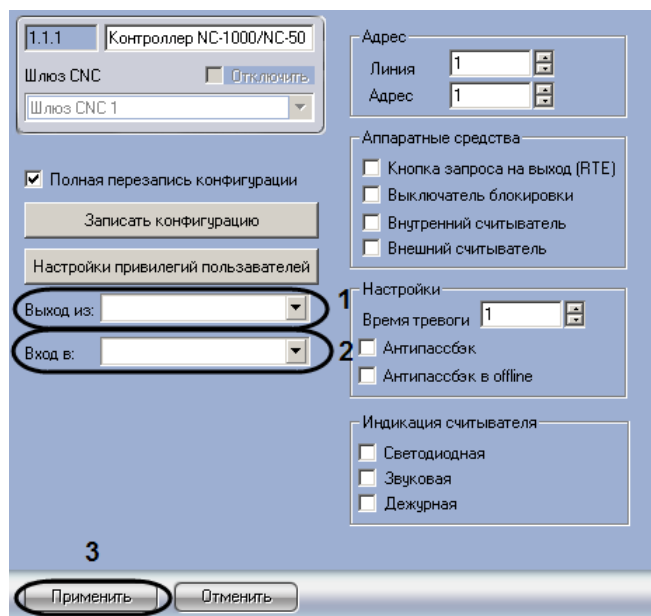

Рис. 3.4—6 Выбор разделов, расположенных со стороны входа и выхода через точку прохода
1. Перейти на панель настроек объекта **Контроллер NC-1000/NC-5000**, соответствующего требуемому контроллеру (Рис. 3.4—6).
2. Из списка **Выход из** выбрать объект **Раздел**, соответствующий территории, расположенной со стороны входа через точку прохода (см. Рис. 3.4—6, 1).
3. Из списка **Вход в** выбрать название объекта **Раздел**, соответствующий территории, расположенной со стороны выхода через точку прохода (см. Рис. 3.4—6, 2).
4. Нажать кнопку **Применить** (см. Рис. 3.4—6, 3).